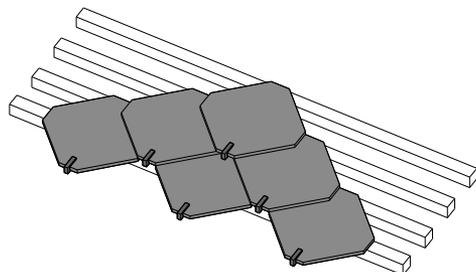

fig. 7.42
- La **pose en diagonale** avec des ardoises carrées (fig. 7.42).